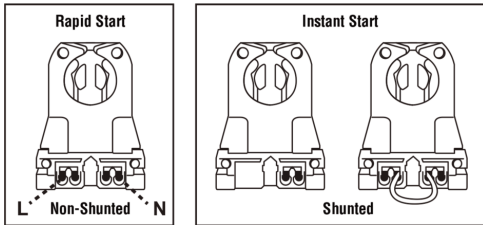

Fig. 1A Not shunted & Shunted sockets / Douilles non shuntées & Douilles shuntées
6. Ensure that the fixture contains non-shunted G13 bi-pin sockets (Fig. 1A). If socket lampholder are internally shunted, then replace with new non-shunted socket lampholders. If socket lampholders are shunted with a jumper wire, remove wire to convert into non-shunted sockets.
6. Assurez-vous que le luminaire contient des douilles à deux broches G13 non shuntées (Fig. 1A). Si la douille du support de la lampe est shuntée à l'intérieur, remplacer-la par une nouvelle douille non shuntée. Si les douilles des supports de la lampe sont shuntées avec un fil de raccordement, retirer le fil pour les convertir en douilles non shuntées.